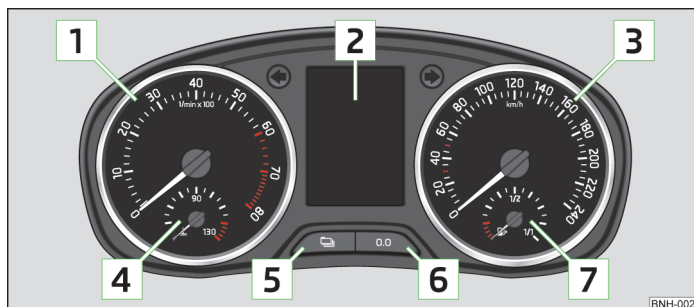

Fig. 2 Panoul de bord
Zona roșie de pe scala turometrului  » fig. 2 la pagina 8 marchează domeniul în care sistemul începe să limiteze turația motorului. Sistemul limitează turația motorului automat, la o valoare limită sigură.
► Apăsăți mai lung tasta » fig. 2 la pagina 8.
Ceasul se reglează de la tastele și » fig. 2 la pagina 8.
► Apăsăți din nou tasta » fig. 2 la pagina 8, până când clipește afășarea contorului de kilometraj » pagina 11.